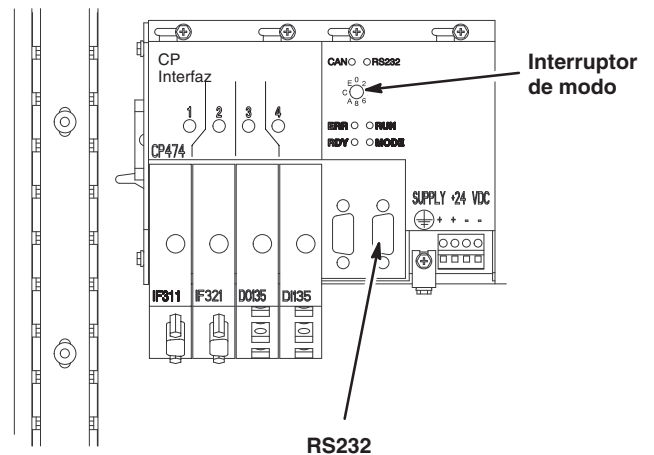

Fig. 13.21
4. Coloque el interruptor de modo del controlador en la posición A. Vea la Fig. 13.21.